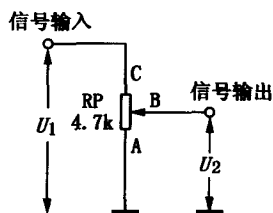

图 1-10 电位器调节电压作用
电位器在电路中应用很广，如用于音量、阻值和电位（电压）的调节等。旋转式电位器工作原理如图 1-10 所示，它有 3 个引出端，其中 A 和 C 为固定端，B 为滑动端；直滑式电位器有 4 个引出端，其中滑动端有两个（电路上相通）。
(1) 用作调节电压大小。例如一个音量电位器，按图 1-10 连接，A 端与公共地端相连，C 端有对地电位 U_1 （即输入信号电压）输入，B 端有对地电位 U_2 （即输出信号电压）输出。旋转电位器的手柄，即可改变 B 端的位置，使其与任何一个固定端之间的阻值发生变化，由于阻值 R_{CB} 与 R_{BA} 是串联在电压 U_1 回路中的，所以它们各自分配到的电压与它们的阻值成正比。当调节 B 端使 R_{BA} 阻值接近于零，则分配到的电压 U_2 也接近于零，收音机音量最小；当调节 B 端使 R_{BA} 阻值最大（等于 $4.7k\Omega$ ），则分配到的电压 $U_2 = U_1$ 也为最大值，收音机的音量就最大。可见，电位器调节电压的原理实质上就是一个可调分压器的分压过程。通常当转轴顺时针旋转时， R_{BA} 增大，音量也增大。